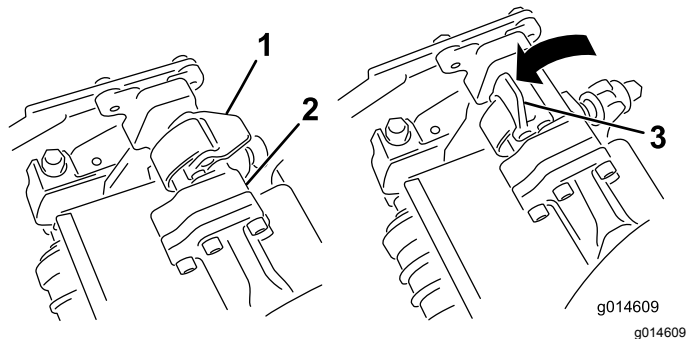
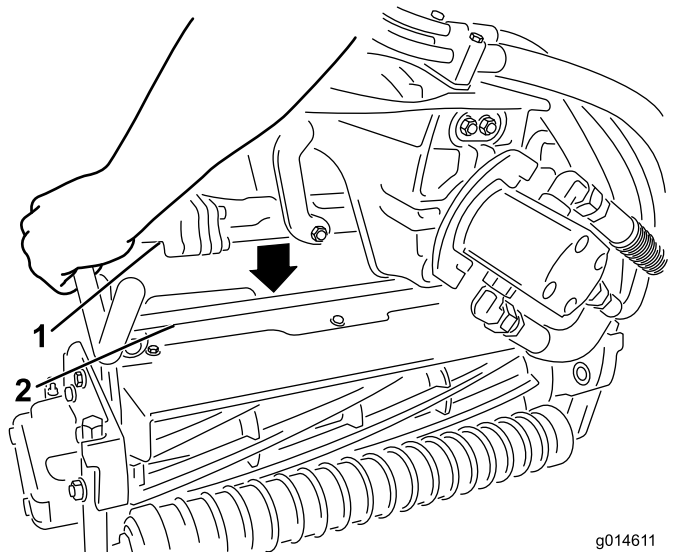

图32
图33
3. 当悬挂臂杆上的门锁指向上方即打开时图32向下压悬挂臂使悬挂臂杆与滚刀组上方的支架相契合图33。
4. 向下并绕着滚刀组横杆关闭门锁将它们锁定到位图32。
4. 打开您正在拆下的滚刀组悬挂臂上的门锁图32。